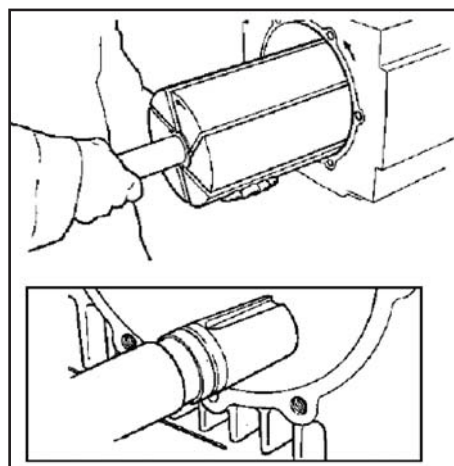

Figura 15
1. Una vez desmontados los dos fondos completos, retire con cuidado el rotor del cuerpo del compresor, asegurándose de que la chaveta de eje no dañe el recubrimiento ni arañe el cuerpo ; ver la figura 15.